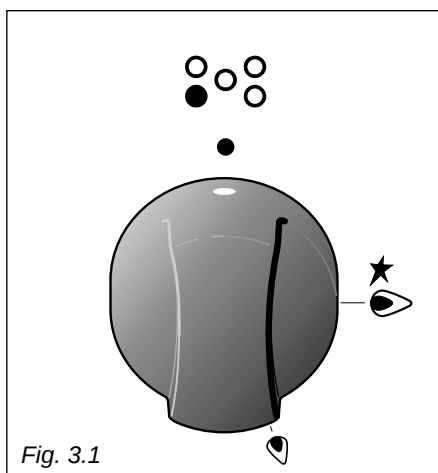
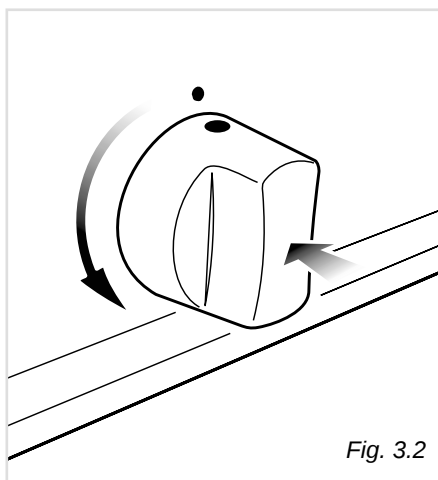

Fig. 3.1
Fig. 3.2
L'arrivée du gaz au brûleur est commandée par une manette (fig. 3.1).
- Pour allumer le brûleur, appuyer sur la manette et la faire tourner (fig. 3.1) jusqu'à la position de débit maximum (grande flamme ); puis continuer à appuyer sur la manette jusqu'à ce que l'allumage se fasse (fig. 3.2).